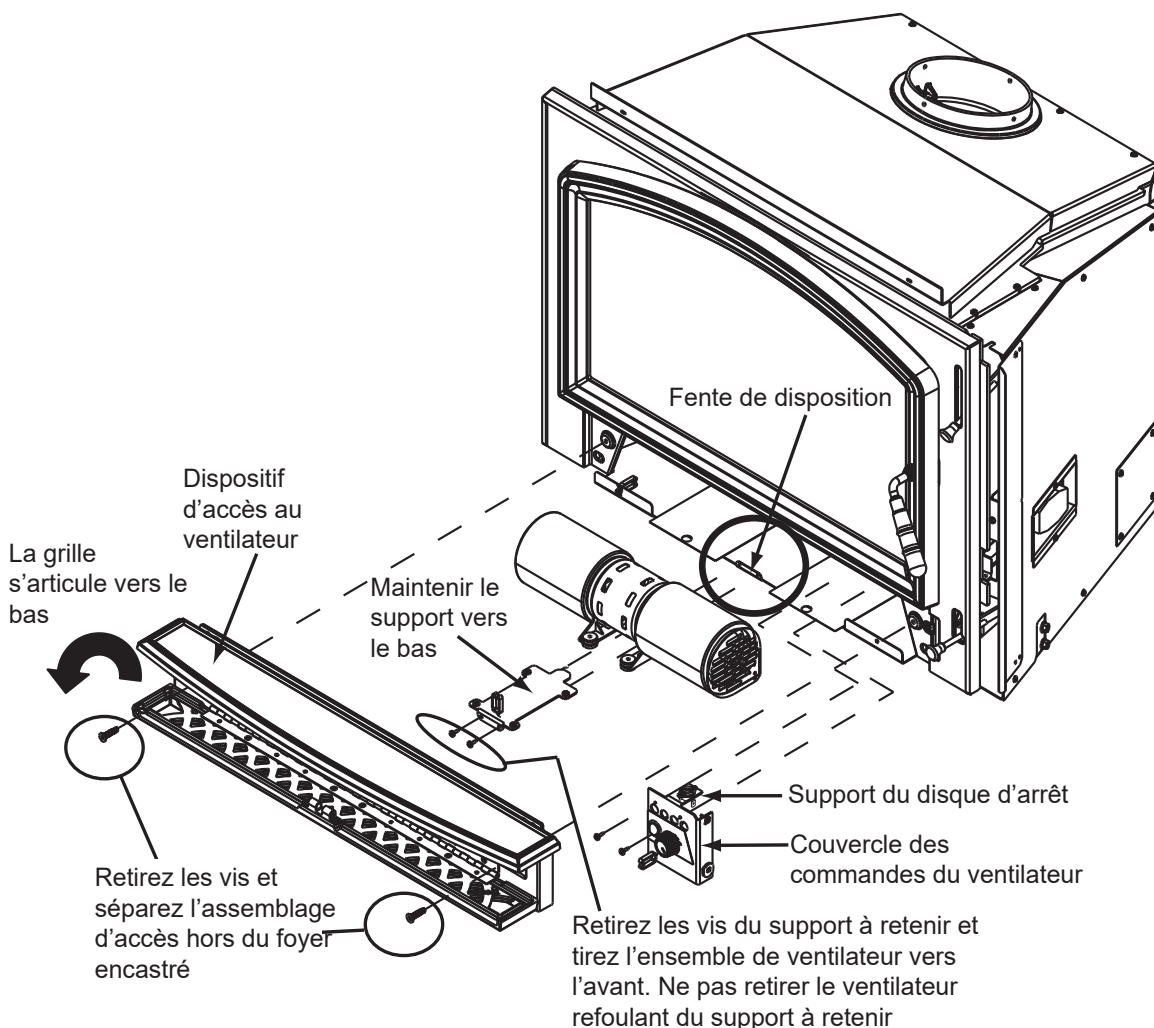

Figure 23.1
**Aperçu :** Retirez le cordon électrique des commandes du ventilateur, réacheminez celui-ci sur le côté gauche et réinstallez-le aux commandes du ventilateur. Veuillez consulter **Figure 23.1** la vue éclatée.